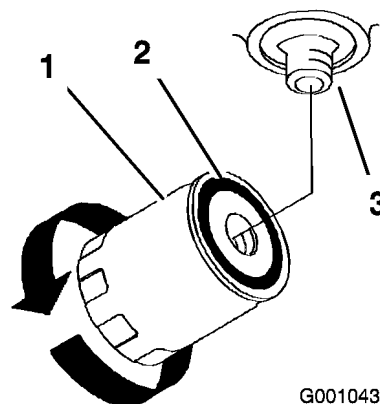

Figura 70
5. Retire el filtro usado y limpie con un paño la superficie de la junta del adaptador del filtro (Figura 70).
9. Cuando el filtro hidráulico esté lleno, gire el filtro en el sentido de las agujas del reloj hasta que la junta de goma entre en contacto con el adaptador del filtro, luego apriete el filtro 1/2 vuelta más (Figura 70).